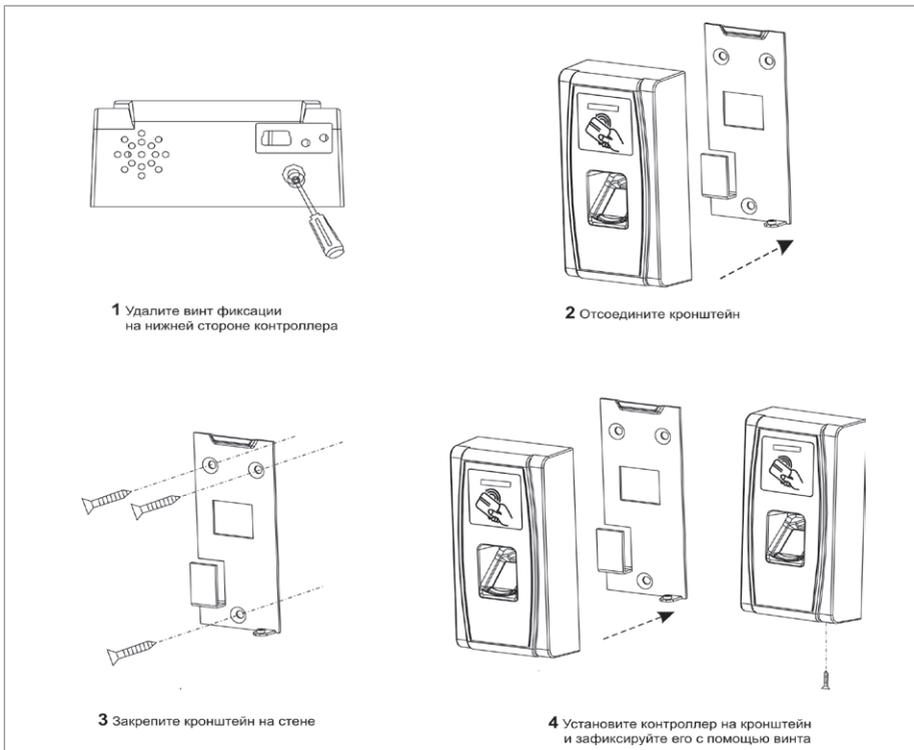

Рисунок 17. Последовательность монтажа контроллера «С2000-BIOAccess-MA300»
4. Удалите винт фиксации в нижней части контроллера и отсоедините кронштейн, аккуратно потянув кронштейн на себя и вверх (см. рисунок 17, пп.1 и 2).
6. Закрепите шурупами кронштейн на стене, подложив под него резиновую прокладку, с помощью шурупов, входящих в комплект поставки (см. рисунок 17, п.3).
7. Навесьте контроллер на кронштейн и закрепите контроллер на кронштейне при помощи винта фиксации и отвертки «звездочка» (см. рисунок 17, п.4). **ВНИМАНИЕ!** Для закрепления контроллера на кронштейне используется винт под отвертку T10 «звездочка», что является одним из способов защиты от несанкционированного доступа. Во избежание возможности несанкционированного доступа рекомендуется использовать винт из комплекта поставки.